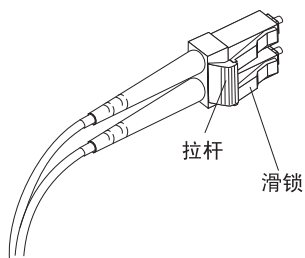

图 3-20. LC-LC 光纤通道电缆拉杆和滑锁
1. 在连接到 LC-SC 电缆适配器的 LC 接口端的电缆末端，按住拉杆不放以松开滑锁。第 3-14 页的图 3-20 显示了拉杆和滑锁的位置。